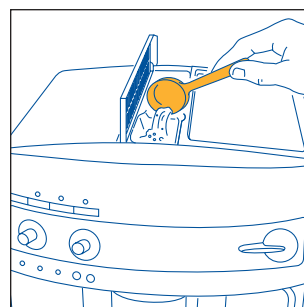

Рис. 19
2. Поднимите крышечку в центре и, если хотите приготовить одну чашку кофе экспрессо, засыпьте **только одну мерку, наполненную до краев** предварительно размолотым кофе, рис. 19. Если же вы хотите приготовить две чашки кофе экспрессо, засыпьте через воронку **две мерки, наполненные до краев** молотым кофе, и приготовьте кофе, как описано пар. 5.